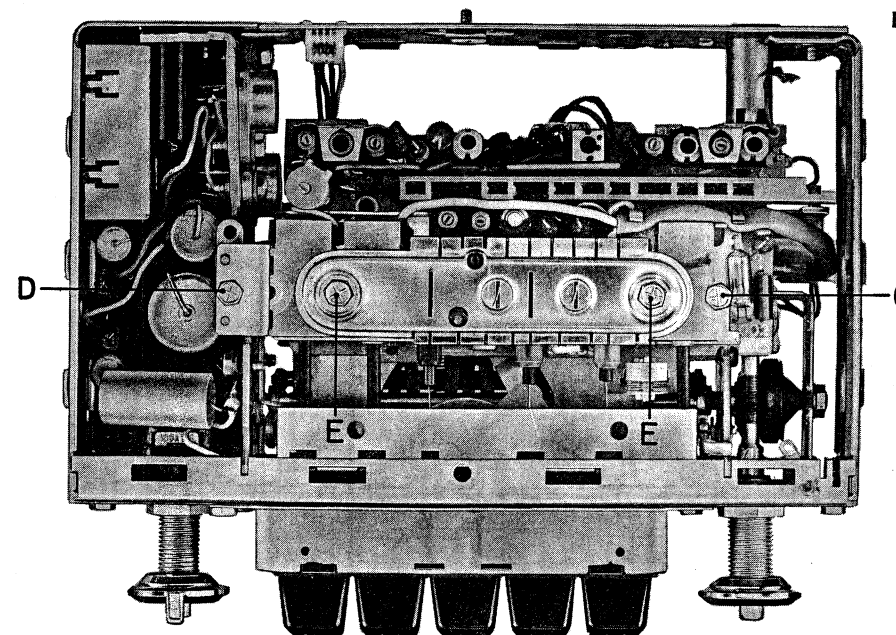

Fig. 2
- Spulenplatte um ca. 1,3 cm zurückschieben und mit Schraube „D“ befestigen (Fig. 2). In dieser Stellung können nach Hochklappen der ZF-Platte (Pkt. 1) Messungen und Wechsel von Teilen auf der Spulenplatte vorgenommen werden.
- the IF board may be locked by means of a rubber ring on both straps and the keys (see fig. 2),
- For removal of the coil board, remove the two mounting screws „C“ and „D“, fig. 2.
- Slide coil board approx. 1.3 cm backwards and attach with screw „D“ (fig. 2). In this position, measurements and exchange of parts on the coil board can be carried out after lifting the IF board (point 1).
1. die ZF-Platte mit einem Gummiring über beide Laschen und den Tasten festgehalten werden (siehe Fig. 2),
- 2.2 Zum Ausbau der Spulenplatte die beiden Halteschrauben „C“ und „D“ herausdrehen, Fig. 2.
- 2.5 Spulenplatte um ca. 1,3 cm zurückschieben und mit Schraube „D“ befestigen (Fig. 2). In dieser Stellung können nach Hochklappen der ZF-Platte (Pkt. 1) Messungen und Wechsel von Teilen auf der Spulenplatte vorgenommen werden.
1. the IF board may be locked by means of a rubber ring on both straps and the keys (see fig. 2),
- 2.2 For removal of the coil board, remove the two mounting screws „C“ and „D“, fig. 2.
- 2.5 Slide coil board approx. 1.3 cm backwards and attach with screw „D“ (fig. 2). In this position, measurements and exchange of parts on the coil board can be carried out after lifting the IF board (point 1).